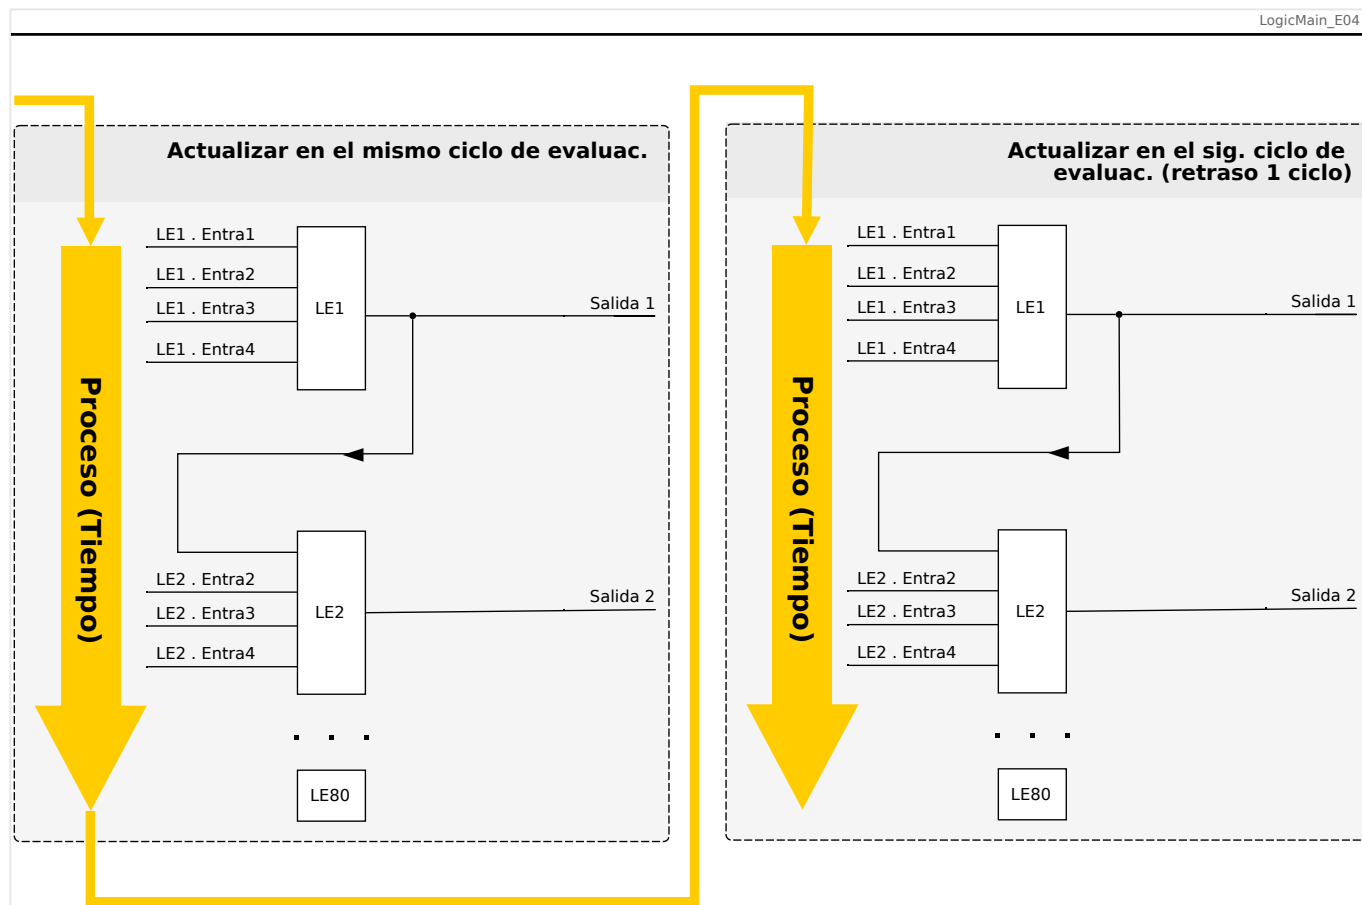
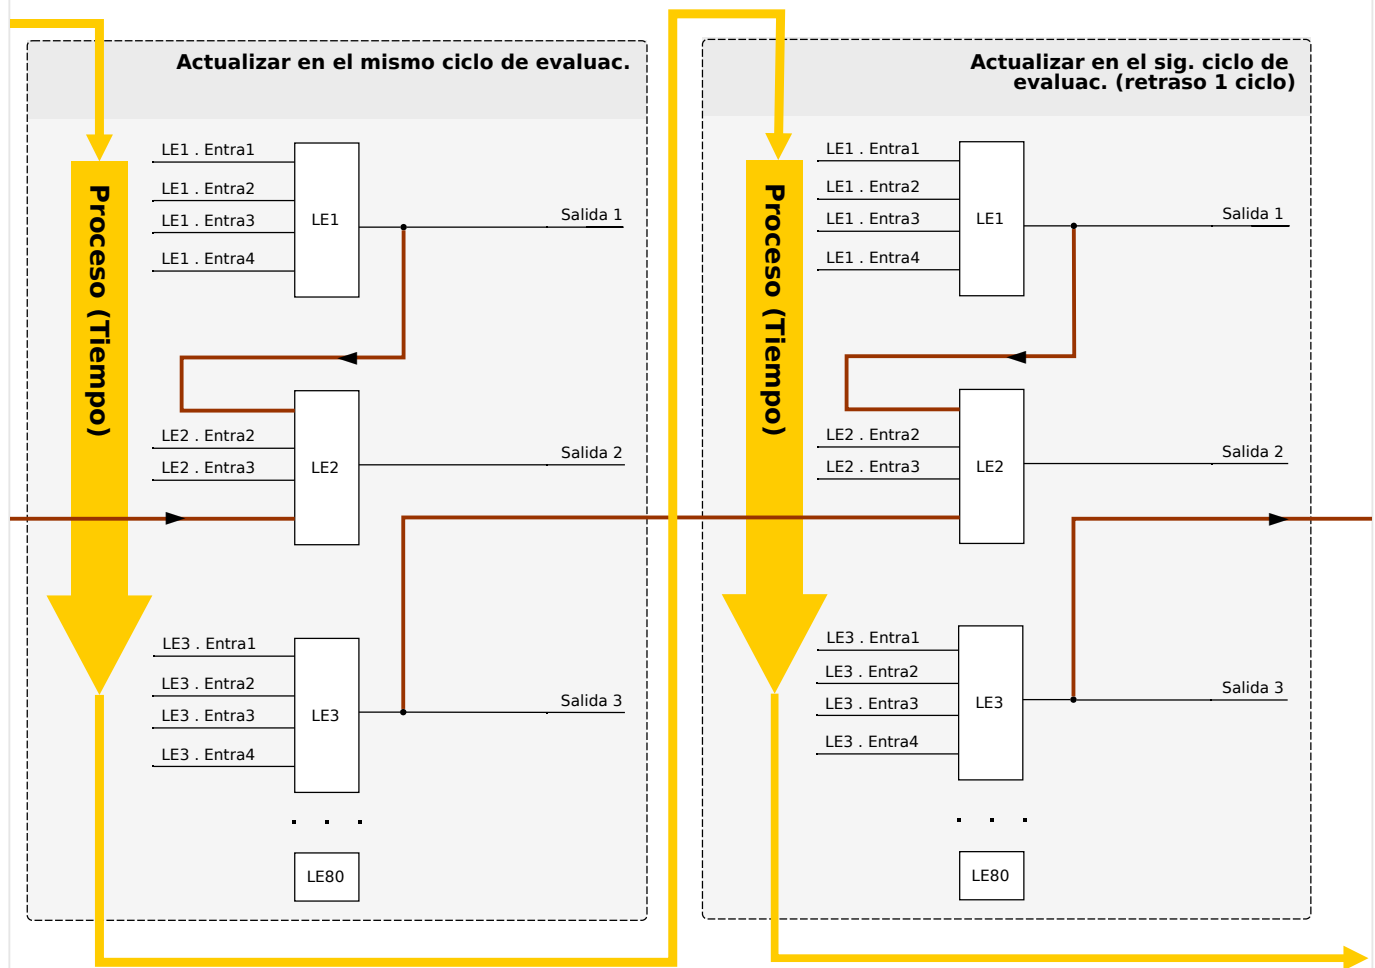

Fig. 133: Cascada en orden ascendente.
Fig. 134: Cascada en orden descendente.
- Una secuencia **ascendente** quiere decir que algunas de las salidas se usarán como entradas de una ecuación lógica con un número **mayor**. Por ejemplo, en el diagrama  Fig. 133 siguiente, se muestra un ejemplo en el que el resultado de la ecuación lógica LE1 se usa como entrada de la ecuación lógica LE2.
- Una secuencia **descendente** quiere decir que algunas de las salidas se usarán como entradas de una ecuación lógica con un número **inferior**. Por ejemplo, en el diagrama  Fig. 134, se muestra un ejemplo en el que el resultado de la ecuación lógica LE3 se usa como entrada de la ecuación lógica LE2.
Tanto la secuencia ascendente como la descendente se pueden usar y combinar entre sí, sin ninguna diferencia inmediata. Sin embargo, como todas las ecuaciones se evalúan en orden ascendente, los valores de tiempo de ejecución en sí que se usen como la entrada de una ecuación tendrán una “antigüedad” distinta, como se muestra en  Fig. 133 y  Fig. 134 a continuación.
En el ejemplo mostrado anteriormente en  Fig. 134, la “Ecuación lógica 2” usa los estados de salida de otras dos ecuaciones, la “Ecuación lógica 1” y la “Ecuación lógica 3”. El resultado de la “Ecuación lógica 1” se usa en orden ascendente y, por lo tanto, se evalúa con el mismo ciclo de proceso. El resultado de la “Ecuación lógica 3” se usa en orden descendente y, por lo tanto, se evalúa en el ciclo de proceso anterior.